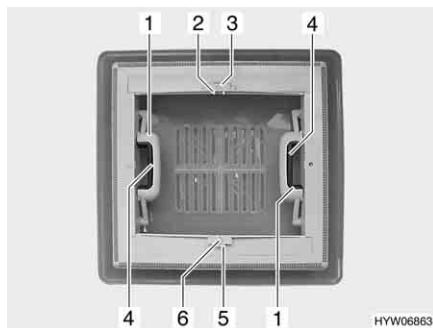

Fig. 18 Oblò a scatto
Apertura: ■ Premere la chiusura a scatto (Fig. 18,4) verso l'interno dell'oblò. Premere contemporaneamente verso l'alto l'oblò con la maniglia (Fig. 18,1).
Chiusura: ■ Tirare con forza verso il basso le due maniglie (Fig. 18,1) dell'oblò, fino a quando non scattano entrambe le chiusure.
Chiusura: ■ Premere l'arresto (Fig. 18,5) verso il lato esterno dell'oblò.
■ Tirare l'oscurante a rullo per la maniglia (Fig. 18,6) fino alla maniglia contrapposta della zanzariera a rullo (Fig. 18,2) e farla innestare.
Apertura: ■ Serrare la maniglia (Fig. 18,2). L'arresto si sblocca.
■ Ricondurre lentamente l'oscurante a rullo accompagnandolo con la maniglia (Fig. 18,6).
Chiusura: ■ Premere l'arresto (Fig. 18,3) verso il lato esterno dell'oblò.
■ Tirare la zanzariera a rullo per la maniglia (Fig. 18,2) fino alla maniglia contrapposta dell'oscurante a rullo (Fig. 18,6) e farla innestare.
■ Ricondurre lentamente la zanzariera a rullo accompagnandola con la maniglia (Fig. 18,2).